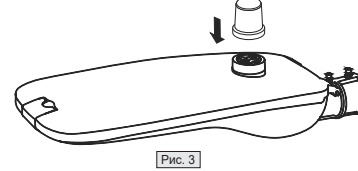

Рис. 3
5. Для светильников с управлением по протоколам 1-10V, DALI и PLC возможно установить контроллер для управления освещением согласно его монтажной инструкции (Рис. 3). Не входит в комплект поставки.